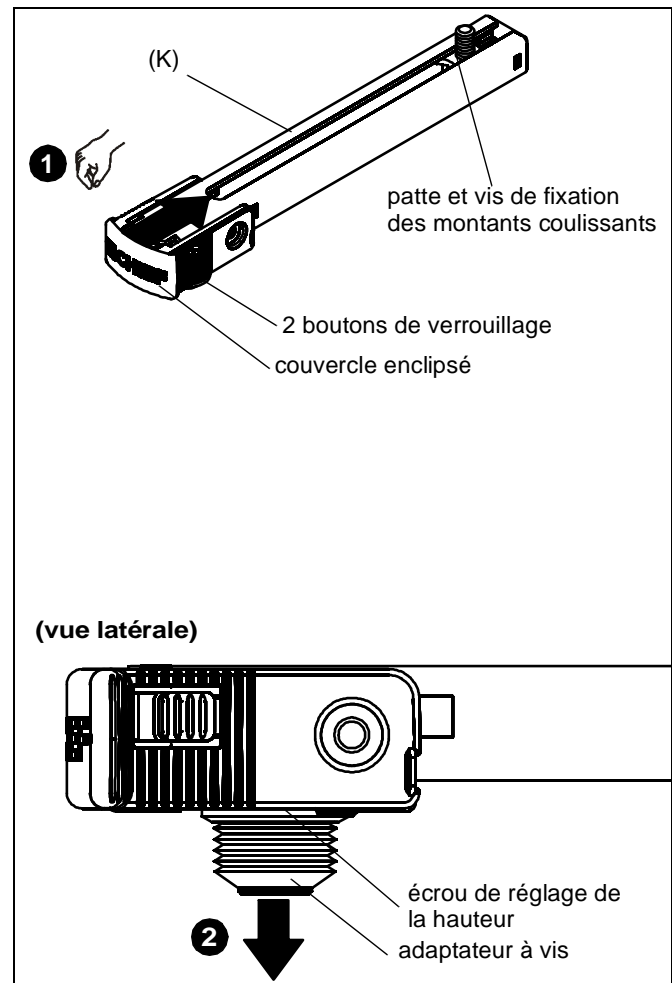

Figure 13
1. Appuyez fermement sur les boutons de verrouillage situés sur le pied SLMU (K) en poussant simultanément le couvercle enclipsé vers la patte et la vis de fixation des montants coulissants fournis. (Voir la Figure 13)
2. L'adaptateur à vis et l'écrou de réglage de la hauteur fourni seront relâchés. Mettre de côté pour une utilisation ultérieure. (Voir la Figure 13)